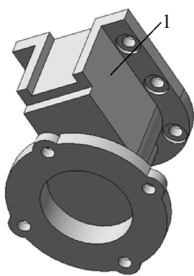

图 7-105 创建底孔
2) 创建底孔 (切除拉伸 5 特征)。单击“特征”控制面板中的  (拉伸切除) 按钮, 或选择菜单栏中的“插入”→“切除”→“拉伸”命令, 在弹出的“切除-拉伸”属性管理器中设置切除深度为 8, 然后单击  (确定) 按钮, 效果如图 7-105 所示。
1) 设置基准面。单击图 7-105 中所示的侧面 1, 然后单击“标准视图”工具栏中的  (正视图) 按钮, 将该表面作为绘图基准面。